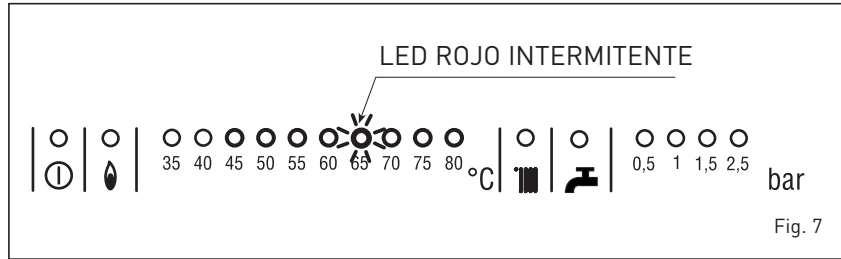

Fig. 7
- **Otras anomalías** (fig. 7)